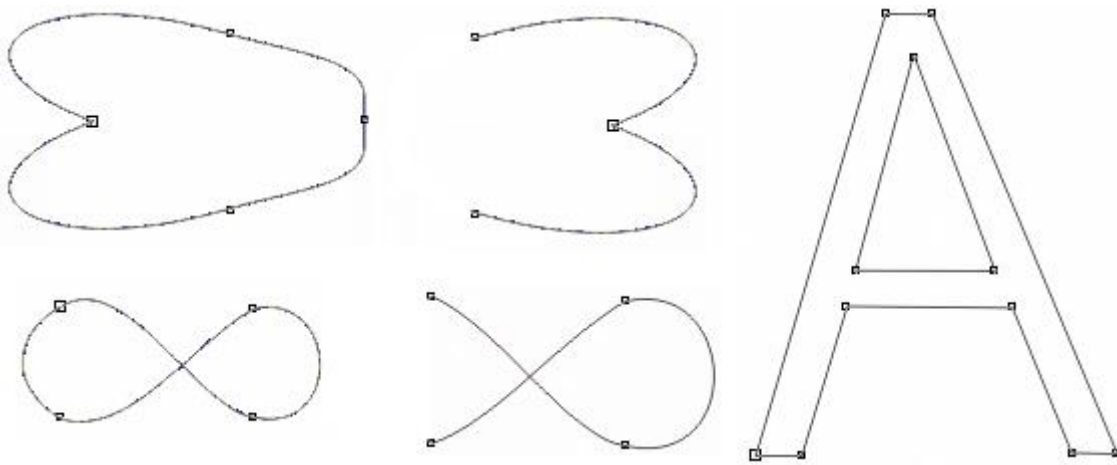

Рис. 1.5. Построение угловой размерной схемы
7. Построим размерную схему для углового размера. До определения первой точки задайте суффикс размерной надписи — знак градуса. Для этого установите курсор в соответствующее поле панели атрибутов, переведите вспомогательную клавиатуру в режим ввода цифр клавишей Num Lock и при нажатой клавише Alt введите с нее код символа градуса 0176. Затем установите точность отображения значения размера без дробных разрядов. Размерная схема строится аналогично двум предыдущим с одним дополнением: перед определением точек присоединения выносных линий (рис. 1.5, б и в) необходимо щелчком зафиксировать центр углового размера — точку, в которой выносные линии пересекаются (рис. 1.5, а). Если требуется, чтобы размерная схема была полностью привязана к объекту и отслеживала его перемещения и изменения размеров, эта точка должна быть точкой присоединения. При определении местоположения размерной надписи (рис. 1.5, ф), возможно, се не удастся сразу переместить на середину размерной линии. В этом случае сначала переместите указатель инструмента вправо, увеличивая радиус размерной линии, затем переместите размерную надпись на ее середину, а потом снова уменьшите радиус, перемещая указатель инструмента влево. Результат простановки размеров представлен на рис. 1.6.